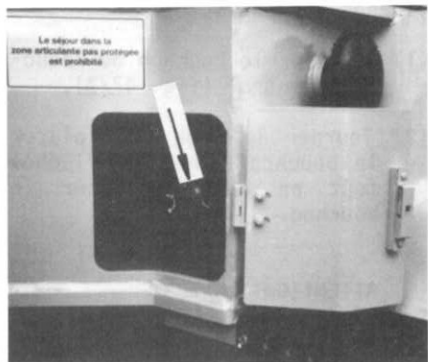

Bild 51
- (1) Klappe (Bild 51) öffnen.
- (2) Befestigungsschraube vom Staubsammeltopf heraus-schrauben (Bild 51/Pfeil)
- (1) Open flap (fig. 51)
- (2) Screw off fixing screw of dust collecting pot (fig. 51/arrow).
- (3) Pull-off dust collecting pot. Remove cyclone filter insert from dust collecting pot and clean both parts.
- (1) Ouvrir la trappe (fig. 51)
- (2) Dévisser la vis de fixation du godet à poussière (fig. 51/flèche).